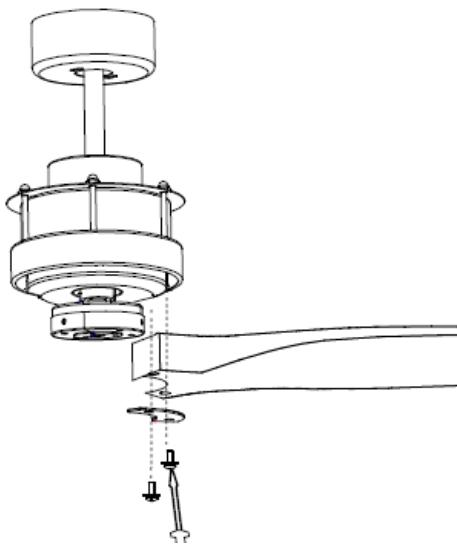

Abb. 8
- Führen Sie die Schrauben durch die Rotorenblathalterungen und Rotorenblätter hindurch und befestigen Sie die Rotorenblätter dann durch das Festziehen der 2 Schrauben am Motor. Abb. 8